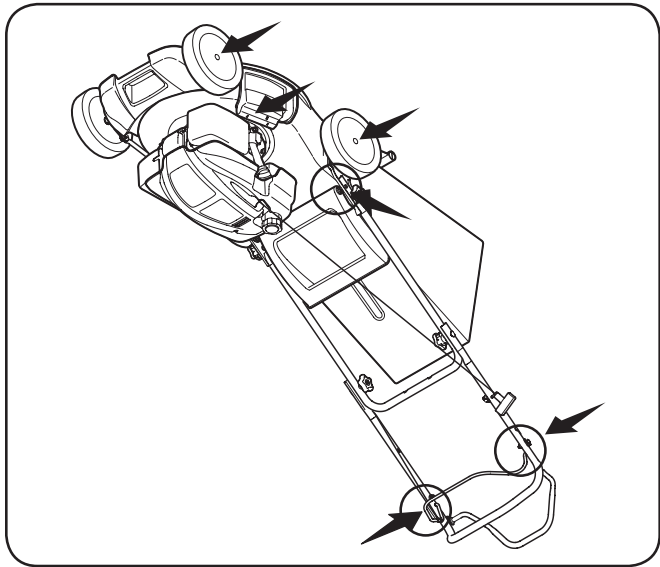

Figure 6-1
- 1. Lubrifiez les points de pivot de la poignée de commande de la lame au moins une fois par saison avec une huile légère. La commande de la lame doit fonctionner facilement dans les deux sens. Voir la Figure 6-1.
- 3. Le ressort de torsion et le point de pivotement sur la porte d'éjection arrière et bouchon de déshiquetage du coter doivent être lubrifiés périodiquement avec une huile légère pour empêcher la rouille. Voir la Fig. 6-1.